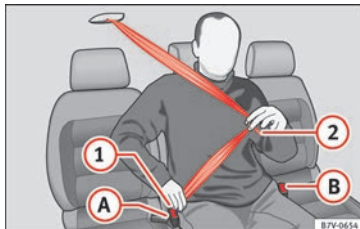

Abb. 88 Sicherheitsgurt am mittleren Sitz in der zweiten Sitzreihe anlegen.
- Gurtband an der Schlosszunge » **Abb. 88**  nach unten ziehen. **Den** Gurt nicht verdrehen » .
- Gurtband an der Schlosszunge » **Abb. 88**  über den Beckenbereich des Insassen ziehen.
- Rote Taste im Gurtschloss » **Abb. 88**  » .
- Rote Taste im Gurtschloss »» **Abb. 88** **B** drücken. Die Schlosszunge springt heraus.